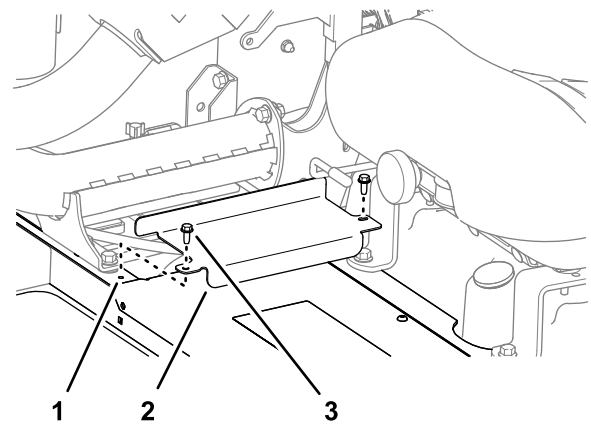

Figura 6
1. Rimuovete i 2 bulloni a testa flangiata ($\frac{1}{4}$ " x $\frac{5}{8}$ ") che fissano il coperchio interno della batteria al telaio della macchina (Figura 6).
2. Rimuovete il coperchio interno della batteria dalla macchina (Figura 6).